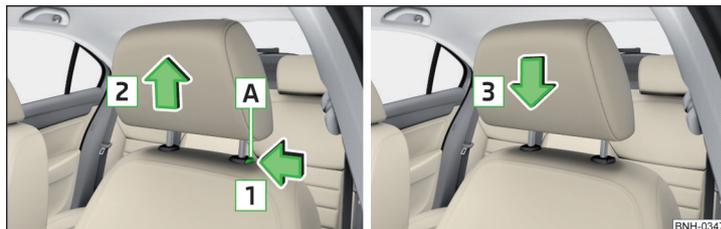

Fig. 58 Retrait/insertion des appuie-têtes avant
- Pour le **retrait**, enfoncez le bouton de sécurité **A** dans le sens de la flèche **1** et retirez les appuie-têtes dans le sens de la flèche **2** » fig. 58.